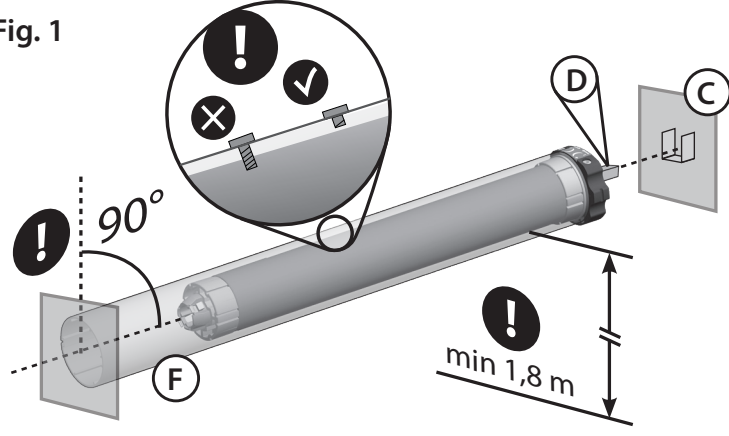

Fig. 1.1
- Fix the adaptors to the motor distinguishing the limits ring (Fig. 1.1 A) from the drive pulley (Fig. 1.2 B).
- The fixing bracket (C) must be fixed inside the box or on the awning frame so that the roller tube (F) is perfectly horizontal and at a height not less than 1,8m.
- Insert the motor (E) into the tube (F) until its end stops against the limits ring.
- Place the motor square pin (D) on the bracket (C) and the cap at the opposite end of the tube on the fixing plate.
1. Insérez les adaptateurs sur le motoréducteur en distinguant la bague de la fin de course (Fig. 1.1 A) de la couronne d'entraînement (Fig. 1.2 B).
- Le support du motoréducteur (C) doit être fixé à l'intérieur du caisson ou sur l'armature du store de manière que le tube (F) soit en position parfaitement horizontale et à une hauteur non inférieure à 1,8m.
- Aplicar los adaptadores al motor distinguiendo el anillo del final de carrera (Fig. 1.1 A) de la polea motriz (Fig. 1.2 B).
- El soporte del motor (C) va fijado al interior del cajón o sobre la armadura del toldo de manera que el tubo (F) sea perfectamente horizontal y a una altura no inferior a 1,8m.